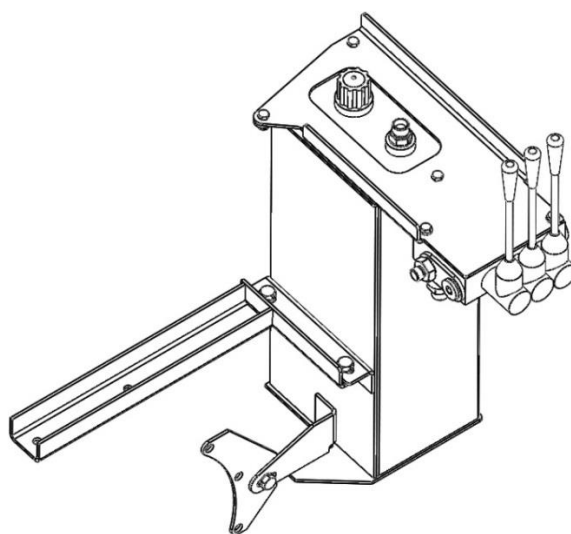

Рис.8.
- установите справа по ходу трактора гидробак с гидрораспределителем на заднюю часть картера двигателя и картер муфты сцепления, используя переходные кронштейны (рис.8);